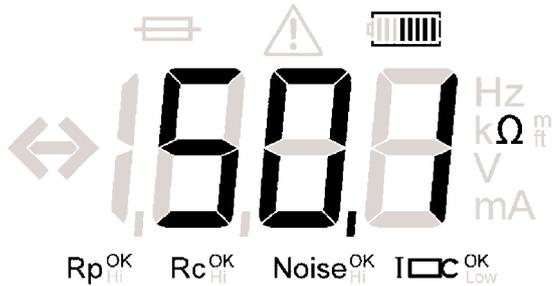

Abbildung 11: Messwert des Dreipolwiderstands, wenn die „Angebrachter Stab“-Technik verwendet wird
- Nach kurzer Zeit wird ein Widerstandsmesswert angezeigt, wie in Abbildung 11 gezeigt.